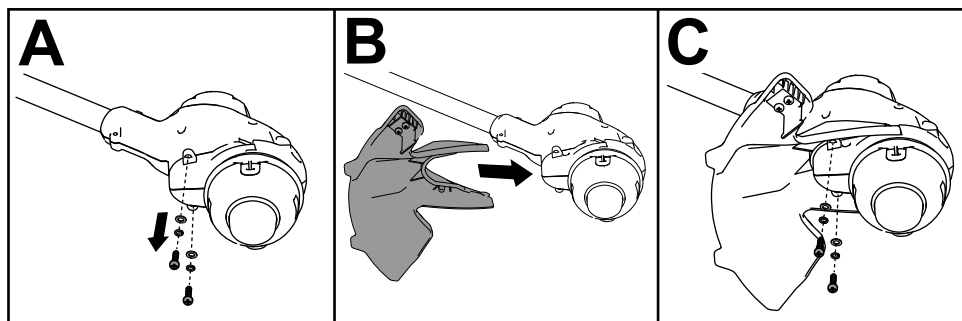

Figure 5
1. Retirez les 2 vis à tête creuse, 2 rondelles et 2 entretoises de la base de la débroussailleuse (A de la Figure 5).
2. Placez le déflecteur sur la base de la débroussailleuse (B de la Figure 5).